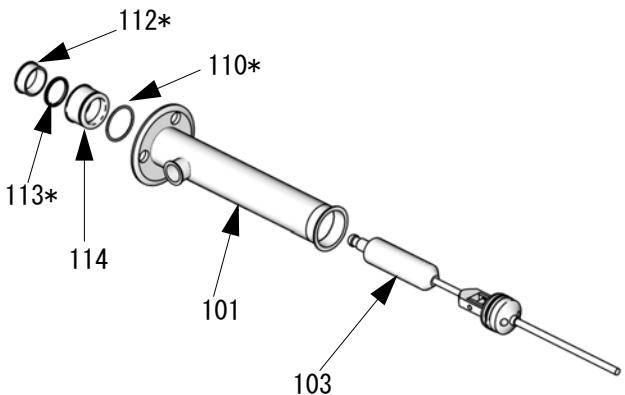

図 3. 置換ロッドを外します
4. 図 3. を参照のこと。置換ロッド (103) をできるだけ押し下げ、シリンダー (101) の底から取り出します。
5. ベアリング (112)、パッキン (113)、パッキンハウジング (114)、0 リング (110) を外します。